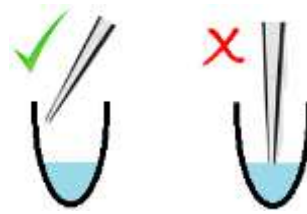

Abbildung 1
- Nach dem Mischen **10 µl** entnehmen und in die NTC-Kavität (Kavität 96, Position H12) pipettieren (siehe auch Abbildung 1 und 2).
- Jeweils **10 µl** der DNA/Plex Mix/Wasser-Lösung in die Kavitäten 1-95 der HISTO TYPE Rainbow LC480 Platte verteilen (bitte Abbildung 1 und 2 beachten). Die NTC-Kavität 96 (Position H12) darf nicht mit dem DNA-Mix befüllt werden, weil dies zu einer positiven Reaktion führt und damit zu einem invaliden Ergebnis führt!
Hinweis: Beim Pipettieren in die PCR-Kavitäten ist es wichtig, dass die Pipettenspitze nicht mit den getrockneten Mixen (blau eingefärbt) am Boden der Kavitäten in Kontakt kommt. Es sollte seitlich an die Gefäßwand pipettiert werden, damit sich die 10 µl durch die Gravitation mit dem getrockneten Mix mischen können (siehe Abbildung 1).